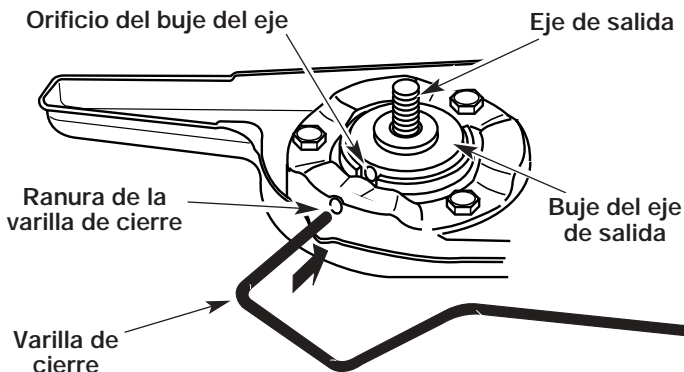

Fig. 14
1. Alinee el orificio del buje del eje con la ranura de la varilla de cierre e inserte la varilla de cierre en el orificio del buje (Fig. 14).
- Alinee el orificio del buje del eje con la ranura de la varilla de cierre e inserte la varilla de cierre en el orificio del buje (Fig. 14).